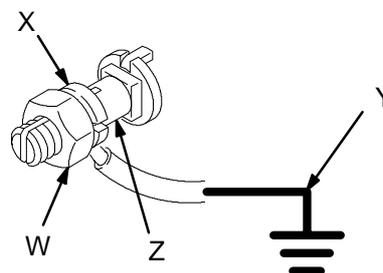

Fig. 2
- *Pompe:* utiliser un câble et une pince de terre comme indiqué à la Fig. 2. Desserrer l'écrou (W) et la rondelle (X) de la borne de terre. Introduire l'une des extrémités d'un câble de terre (Y) de 12 (1,5 mm²) minimum dans la fente de la borne (Z) et serrer l'écrou à fond. Raccorder l'autre extrémité du câble à une véritable prise de terre. Commander la réf. 222-011 pour la pince et le câble de terre.